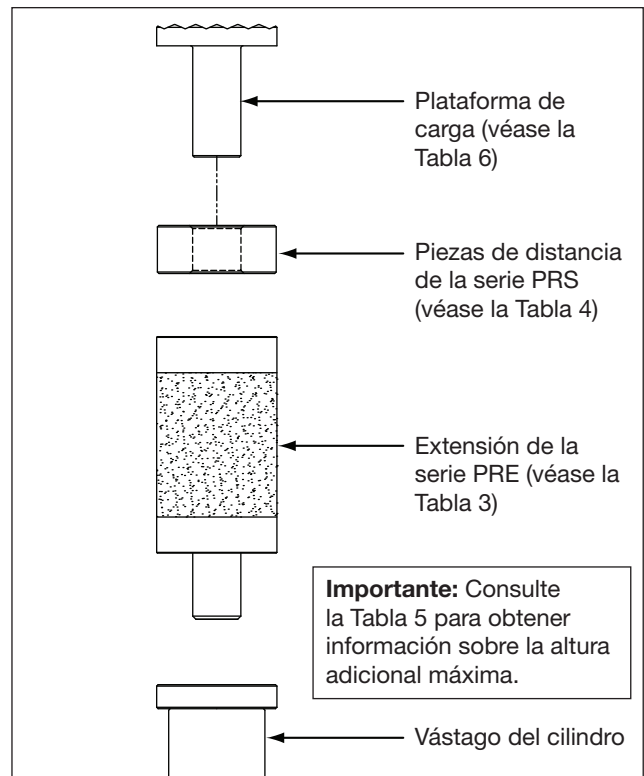

Figura 4, Instalación de las extensiones y piezas de distancia (ejemplo típico)
5.4 Instrucciones de apilamiento – Extensiones y piezas de distancia (véase Figura 4)